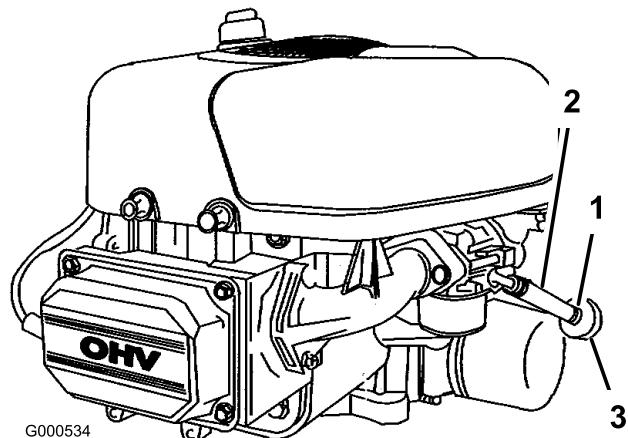

Figure 41
5. Desserrez le collier de serrage au niveau du filtre à carburant et éloignez-le du filtre en le poussant le long de la conduite d'alimentation (Figure 41).
6. Débranchez la conduite d'alimentation du filtre (Figure 41).
8. Raccordez la conduite d'alimentation au filtre. Rapprochez le collier de serrage du filtre pour fixer la conduite d'alimentation (Figure 41).
4. Pincez les extrémités des colliers et faites glisser ceux-ci pour les éloigner du filtre (Figure 41).
6. Posez un filtre neuf et rapprochez les colliers de fixation du filtre (Figure 41).